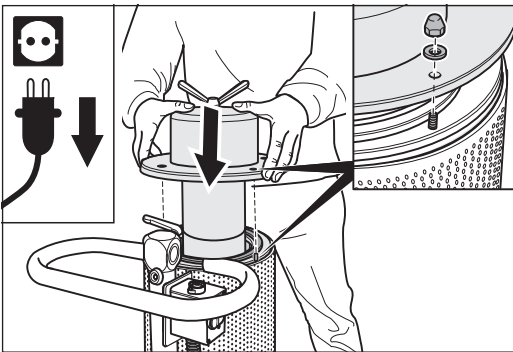

Fig. 33 Mettez en place le couvercle et serrez à la main les écrous-chapeaux avec les rondelles !
- 4 Placez les rondelles sur les filetages des boulons en saillie dans le couvercle et vissez les écrous-chapeaux. Vissez-les uniquement à la main et pas à fond (fig. 33).